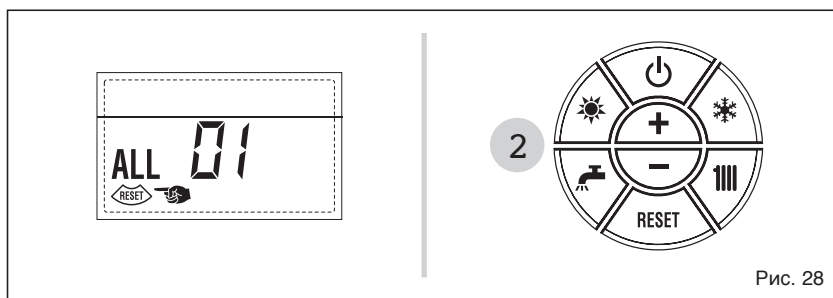

Рис. 28
#### – ALL 01 (Рис. 28)
– **ALL 02 (Рис. 28/a)**